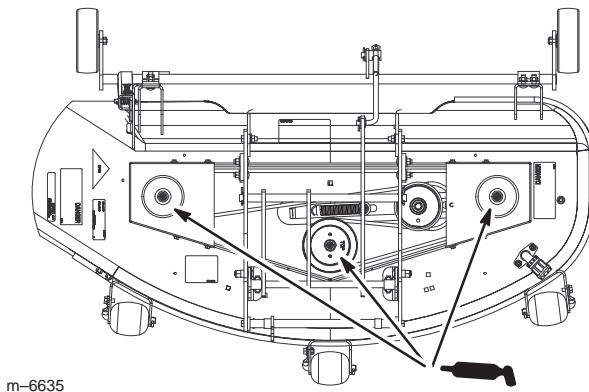

Figure 30
1. Lubrifiez les axes des lames (Fig. 30). Le modèle à éjection latérale est représenté ici, mais les mêmes axes doivent être graissés sur le modèle à éjection arrière.